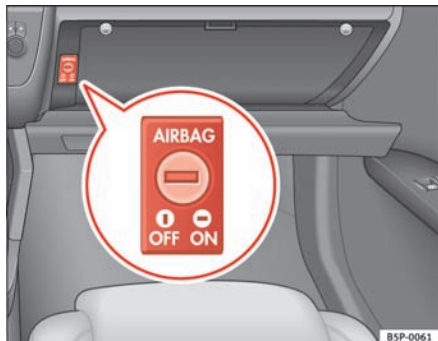

Fig. 26 Handskerummet: nøglekontakt til fra- og tilkobling af forsædepassagerens airbag
- Sæt tændingsnøglen i nøglekontakten i handskerummet, og drej den til positionen **OFF** ⇒ fig. 26.
- Sæt tændingsnøglen i nøglekontakten i handskerummet, og drej den til positionen **ON** ⇒ fig. 26. ▶